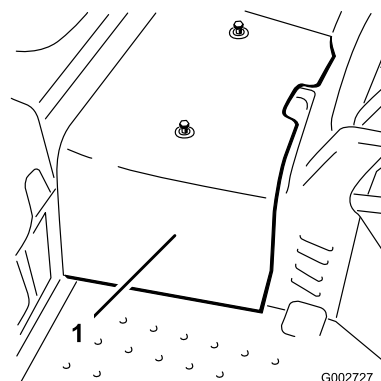

Рисунок 40
2. Ослабьте 2 винта крепления центрального кожуха к машине и снимите кожух (Рисунок 40).